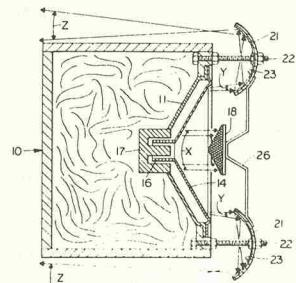

Bild 5. Eine patentierte Anordnung um den im Lautsprecher selbst erzeugten Klirrfaktor zu kompensieren
**E**ine andere Wahnidee vieler Amateur-Lautsprecherkonstrukteure ist diese: Wenn man jene Teile einer Lautsprechermembran ermittelte könnte, die die Verzerrungen verursachen und eine Möglichkeit hätte, diese dann unschädlich zu machen, dann erhielte man einen perfekten Klangumformer. Ein höchst faszinierender Entwurf dazu ist in Bild 5 gezeigt. Dieser Querschnitt zeigt einen ganz normalen Lautsprecher (17), der innen auf die Rückseite einer geschlossenen Box (10) montiert ist. Die Verzerrungen (X) werden nahe der Spitze des Membrankegels erzeugt und vom Schallabsorber (18) verschluckt. Unverzerrte Wellen (Y) vom Rand der Konusmembran werden in den Zuhörerbereich durch eine Einrichtung (23) umgelenkt, die aussieht, wie die Schubumkehrschaufln eines Düsentriebwerkes. Der erzielte Klang (Z) ist darum 'ein unverfälschtes Abbild des elektrischen Originales'. Fehlt nur noch die Unterschrift von Daniel Düsentrieb.